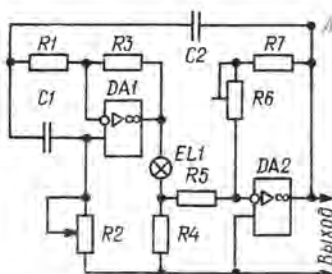

Рис. 1
**Упрощенная принципиальная схема генератора** изображена на рис. 1. На ОУ DA1 и элементах R1—R3, C1 собран широко применяемый и описанный в литературе регулируемый фазовращатель, вносящий сдвиг фазы сигнала,